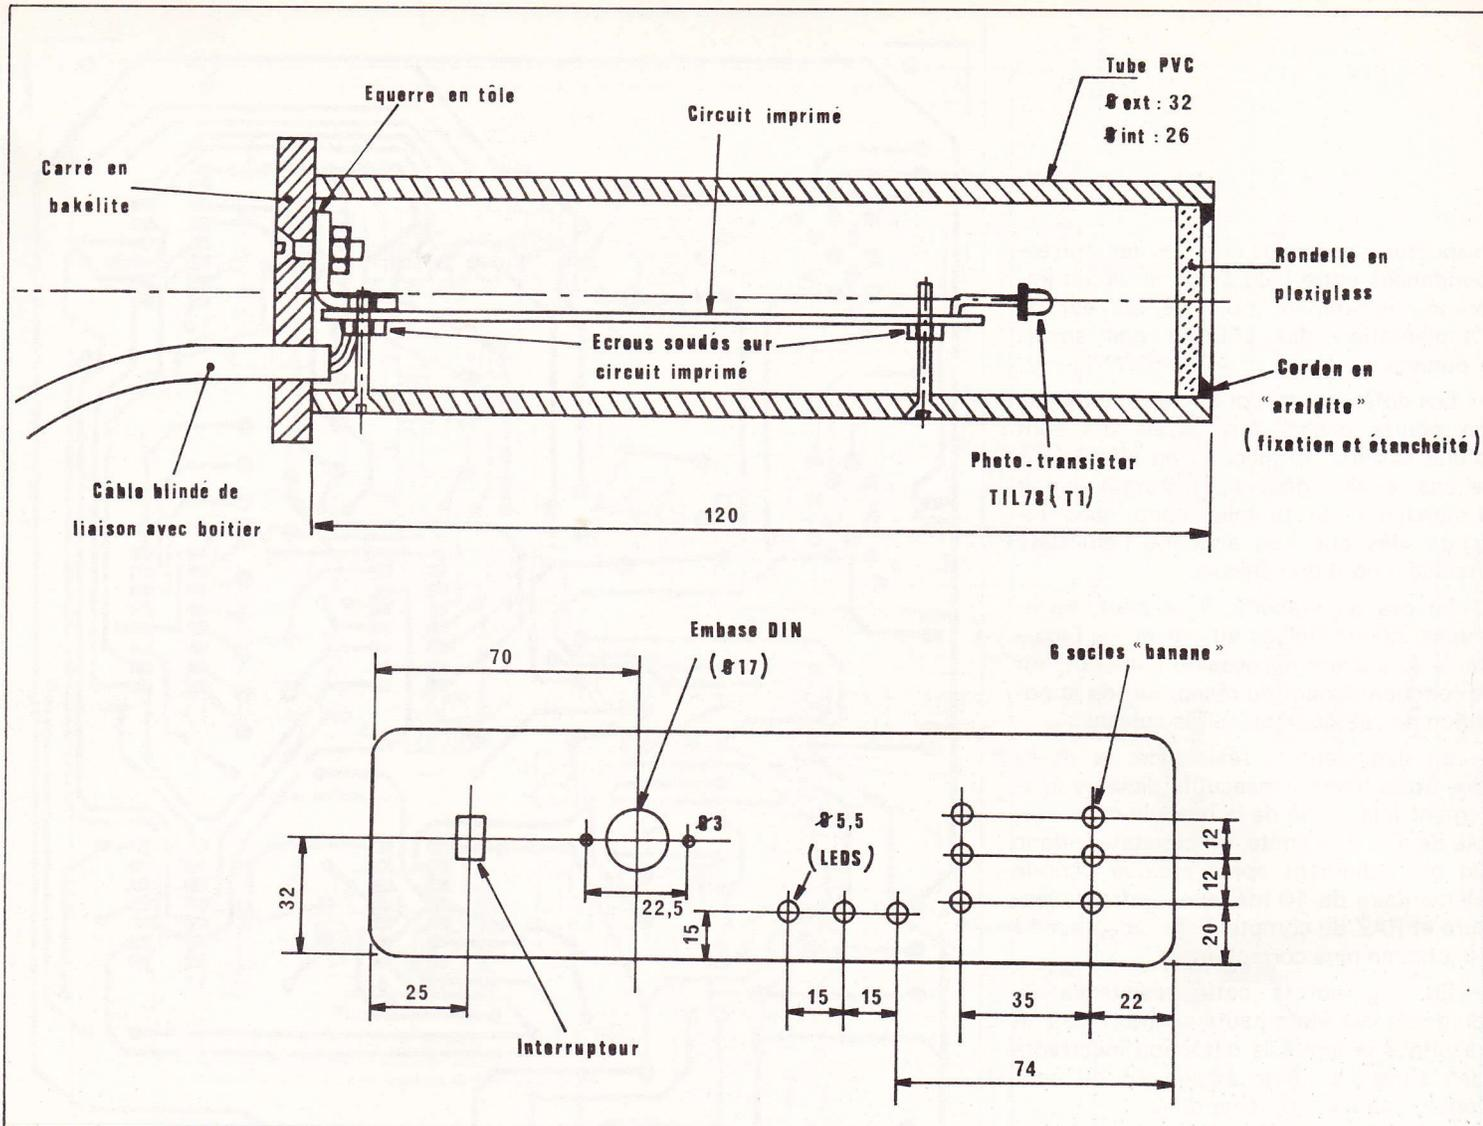

Fig. 8. et 9. – Exemple de réalisation de la sonde amplificatrice. Plan de perçage de la face avant du boîtier.
c) Confection de la sonde amplificatrice (fig. 8)
La figure 8 est un exemple de réalisation possible. Un tel montage peut être intéressant étant donné qu'une sonde de forme tubulaire se loge assez facilement dans un endroit convenable. La rondelle de plexiglas collée à l'araldite, confère à l'ensemble une bonne étanchéité à l'eau de pluie et à l'humidité.